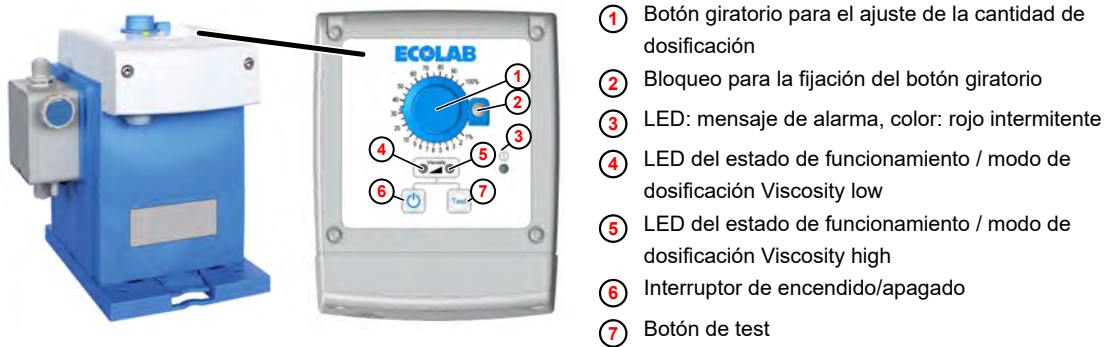

Fig. 15: Panel de mando EcoPro
1. ➤ La bomba se enciende o apaga mediante el pulsador de encendido/apagado (Fig. 15 , 6).
En función del modo de dosificación seleccionado, se enciende o parpadea el LED izquierdo (Fig. 15 , 4 , Viscosity low) o el LED derecho (Fig. 15 , 5 , Viscosity high). En «Stand-By», el LED correspondiente se ilumina en verde; en cuanto la bomba dosifique, parpadeará en amarillo.